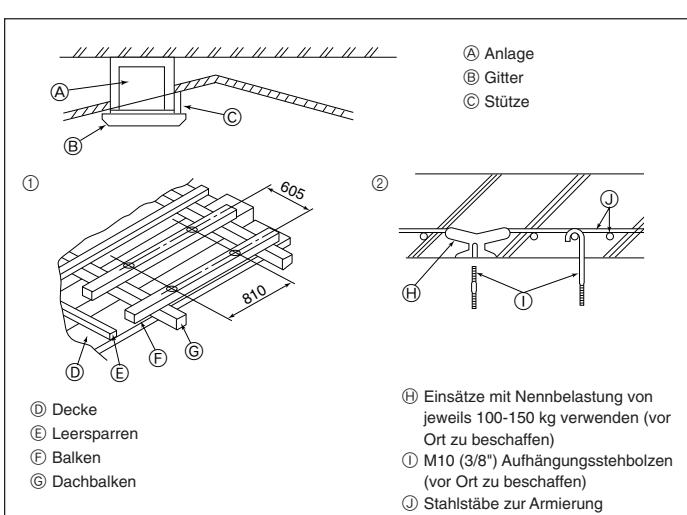

Fig. 2-4
2.4. Bauliche Gestaltung der Aufhängung (Baustuktur der Aufhängung muß hoch belastbar sein) (Fig. 2-4)